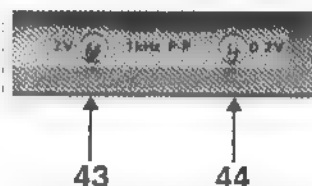

Fig 3.17
- HA 1161 - 1 relier la sonde 1/10 d'une part à l'entrée 3 voie CH 1 (liaison BNC) d'autre part à la sortie 44 - 0,2 V (liaison pointe de touche équipée de son grip-fil à ressort), placer le contacteur "glissant" sur x 10, et agir sur le réglage à vis disposé sur le corps de la sonde pour obtenir à l'écran une image conforme à celle représentée Fig 3.17
- position x 10 (HA 1161-1) ou fixe x 100 (HA 1223-1) : fonction diviseur de la tension d'entrée. Celle-ci convient parfaitement lorsque les positions limites haute et basse du graticule écran 40 sont dépassées (les facteurs de lecture V-mV Fig 3.17 sont validés et x 10 ou 100 en position "calibrée").